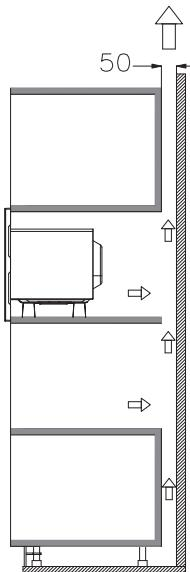

Fig. 4
- d) Utilize os parafusos da embalagem de peças para fixar o forno micro-ondas no armário. (Fig. 4)